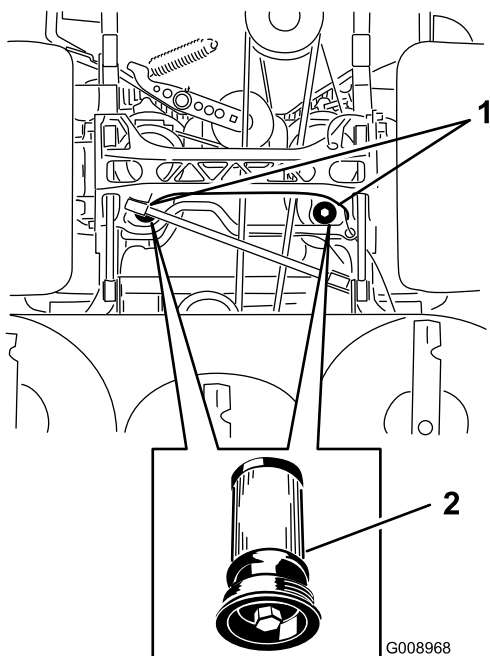

Figure 94
5. Placez un bac de vidange sous le filtre, retirez le filtre usagé et essuyez la surface (Figure 94).
6. Appliquez une fine couche de liquide hydraulique sur le joint en caoutchouc du filtre de rechange (Figure 94).